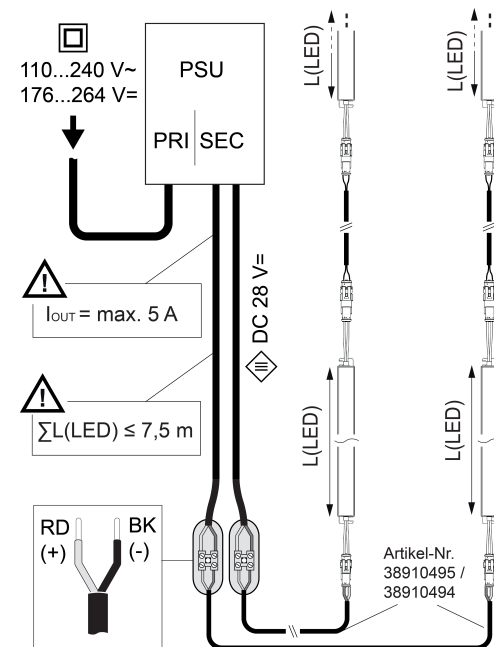

Bild 4: Anschlusskizze
- LED-Lichteinsätze gemäß Anschlusskizze anschließen (Bild 4).